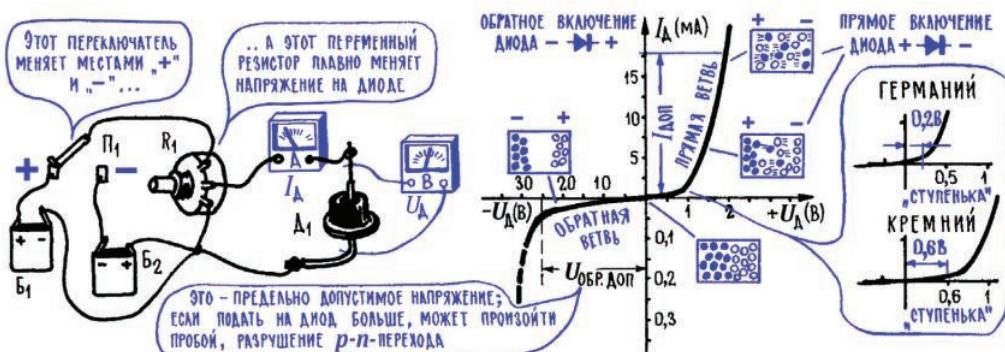
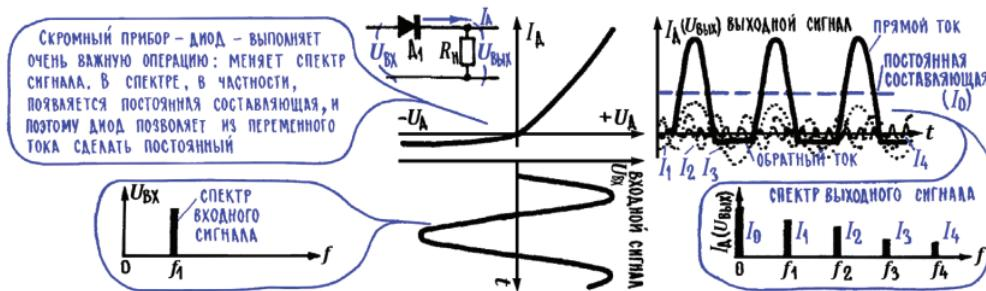
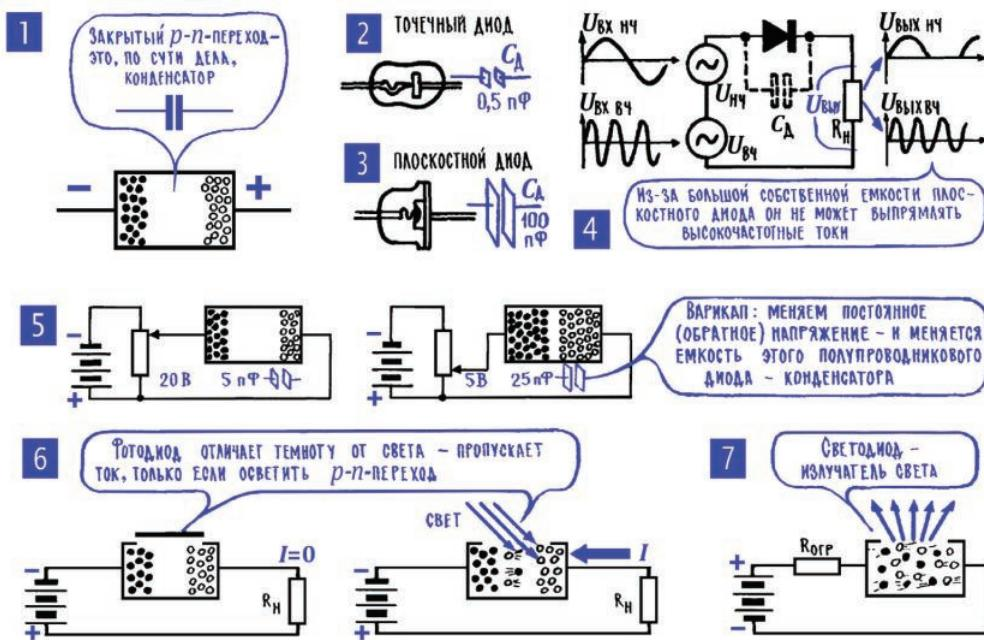

Рис. 9.5. Вольт-амперная характеристика диода
Рис. 9.6. Выпрямительные функции диода
Рис. 9.7. Различные функции диодов
О событиях в полупроводниковом диоде рассказывает его основная характеристика – зависимость тока через диод от приложенного к нему напряжения (рис. 9.5). На некоторые участки этой, как ее называют, вольт-амперной характеристики следует обратить внимание. Прежде всего мы видим, что на ее прямой ветви есть небольшой загиб, ступенька – в области малых напряжений (у германия примерно до 0,2 В, у кремния – до 0,7 В) прямой ток нарастает незначительно. Такой загиб характеристики появляется вследствие некоторых сложных процессов в *p-n*-переходе, он может стать причиной нелинейных искажений сигнала (гл. 8; 8, 11).
**Примечание редактора.** Прямое и обратное сопротивление диода (и  $p\text{-}n$ -перехода вообще) – параметр в значительной степени условный и в справочниках никогда не указывается. Для того чтобы понять причину, достаточно посмотреть на вольт-амперные характеристики диода (рис. 9.5) – они носят экспоненциальный характер, то есть принципиально нелинейны, и в каждой точке такой характеристики сопротивление (отношение напряжения на переходе к протекающему току) будет иметь свое значение, к тому же меняющееся с температурой. Тем не менее обычное (активное) сопротивление у диодов, конечно, имеется, как у всяких проводников, просто не оно определяет свойства диодов. Активное прямое сопротивление диодов может выражаться, например, в том, что график вольт-амперной характеристики не стремится к вертикальной прямой, а свыше некоторого значения тока возрастает с небольшим наклоном. Вольт-амперные характеристики различных реальных диодов исследуются в *Практикуме* к этой главе.
**12. Под действием переменного напряжения в цепи диода появляется пульсирующий ток.** До сих пор мы подводили к диоду постоянные напряжения, теперь попробуем подвести переменное. Что при этом произойдет, легко узнать, если к вольт-амперной характеристике (рис. 9.5) пристыковать график переменного напряжения, подобно тому, как мы это делали, рассматривая работу громкоговорителя (рис. 8.7). Пользуясь этими двумя состыкованными графиками – вольт-амперной характеристикой и графиком переменного напряжения, – легко построить третий, график тока, который пойдет в цепи диода (рис. 9.6). Без всяких пояснений видно, что по характеру изменения ток, а вместе с ним и выходное напряжение, уже совершенно не похож на входное напряжение. В одну сторону идут значительные импульсы прямого тока, в другую – ничтожно малые импульсы обратного тока. В большинстве случаев можно вообще пренебречь этими небольшими всплесками обратного тока и считать, что в цепи диода есть только токовые импульсы одного направления.
**13. Силовые (выпрямительные) и импульсные диоды различаются допустимыми параметрами и собственной емкостью.** Полупроводниковый диод – это своего рода конденсатор: зону *n* и зону *p* можно рассматривать как обкладки конденсатора, область *p-n*-перехода – как изолятор между обкладками (рис. 9.7; 1). Емкость полупроводникового диода – это бесплатное приложение к его основному электрическому свойству, к односторонней проводимости. И нужно сказать, во многих случаях приложение весьма вредное. Так, в частности, собственная емкость диода создает нежелательный обходной путь для переменного тока, который нужно направить через диод (рис. 9.7; 4).
Чтобы поднять допустимую величину прямого тока, площадь  $p$ - $n$ -перехода в диоде нужно увеличивать – при этом уменьшится прямое сопротивление диода, уменьшится выделяемая на нем тепловая мощность ( $P = I^2 \cdot R$ ), а значит, и опасность перегрева. Но одновременно возрастает собственная емкость диода – чем больше площадь пластин конденсатора, тем больше его емкость. Там, где такая емкость недопустима, скажем в цепях переменного тока высокой частоты, применяются точечные (импульсные) диоды (рис. 9.7; 2). В них  $p$ - $n$ -переход имеет очень небольшую площадь. Естественно, что импульсные диоды не могут пропускать большой ток (табл. 9.1), но, к счастью, в подавляющем большинстве случаев от них это и не требуется.
В то же время есть тип полупроводниковых диодов, где главным работающим параметром становится «бесплатное приложение» к односторонней проводимости – собственная емкость диода. Это варикапы, полупроводниковые диоды, которые используются в качестве конденсаторов переменной емкости. Много лет назад, когда варикапов не было и в помине, радиолюбители применяли вместо конденсатора настройки обычные плоскостные диоды – их включали, например, в колебательный контур, одновременно подавали на диод обратное напряжение и меняли его с помощью потенциометра (рис. 9.5). При этом менялась собственная емкость диода, так как менялось расстояние между «обкладками» – чем больше обратное напряжение, тем сильнее оттягиваются *p*- и *n*-области от пограничной линии (рис. 9.7; 5).